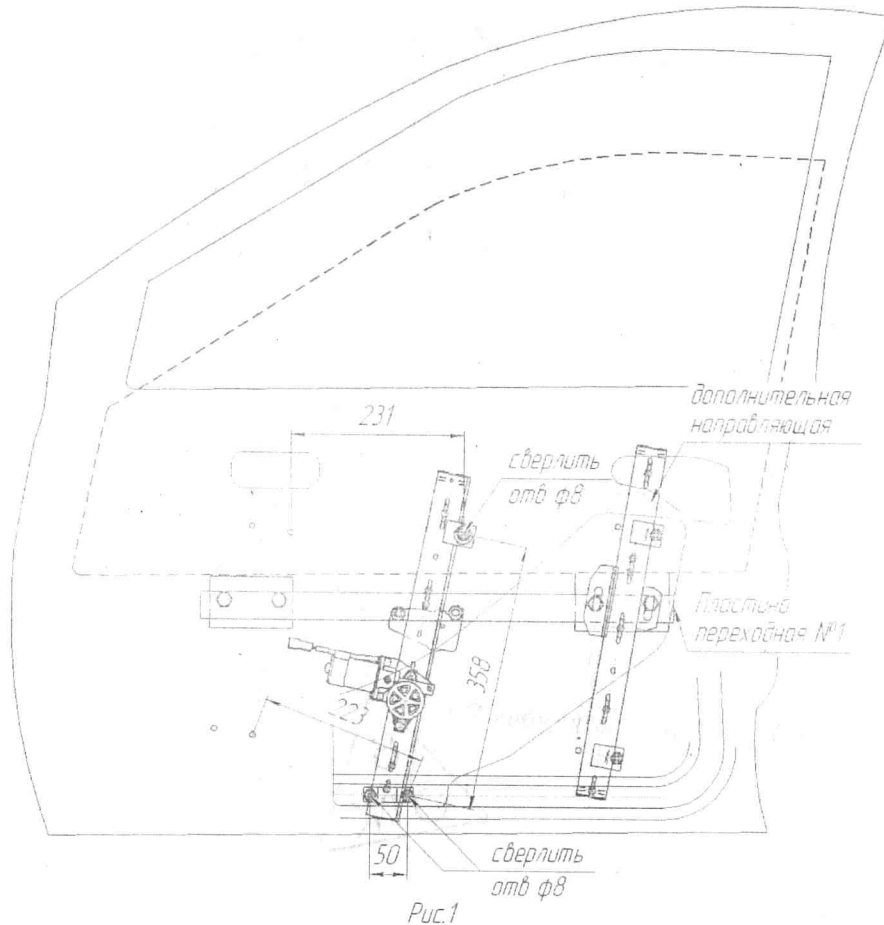

Рис.1
Перед монтажом по разметке в соответствии с рис.1 в двери сверлятся 3 отв.Ø8.
-Стекло зафиксировать в крайнем верхнем положении. В соответствии с рис.1 установить стеклоподъемник и дополнительную направляющую. **Для крепления стеклоподъемников к панели двери использовать винты М6 и шайбы стопорные.** Прочий крепеж осуществляется при помощи болтов от заменяемых стеклоподъемников.